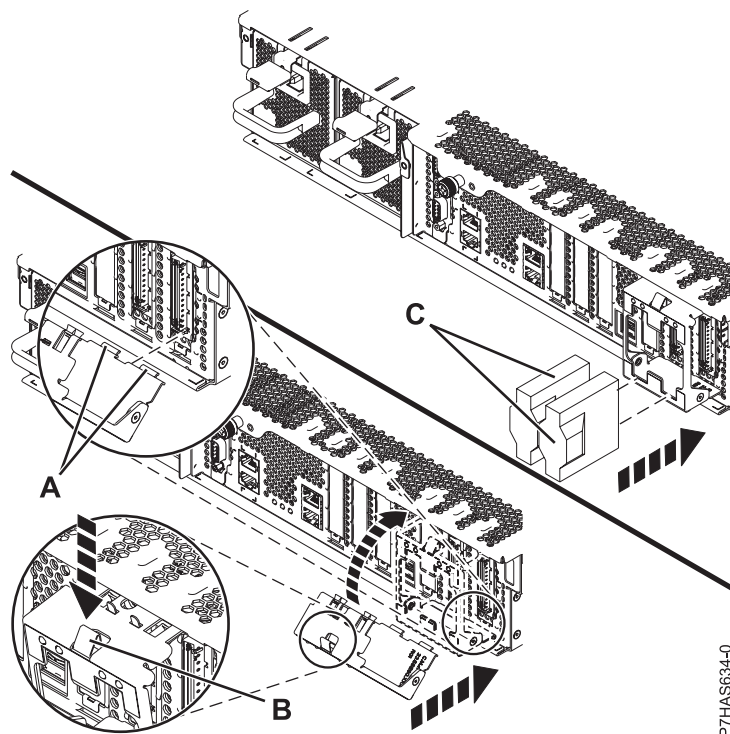

Figure 7. Installation du crochet de fixation de câble
7. Si le crochet de fixation de câble, illustré dans la figure 7 est fourni, effectuez les opérations suivantes :
- a. Afin de bloquer la patte inférieure dans l'emplacement du bloc, inclinez légèrement le support de câble (A) (voir la figure 7).
- b. Approchez le crochet de fixation de câble du châssis et poussez le dispositif de fixation (B) dans le châssis pour sécuriser le support.
8. A l'arrière du système, connectez les câbles de l'adaptateur (C).